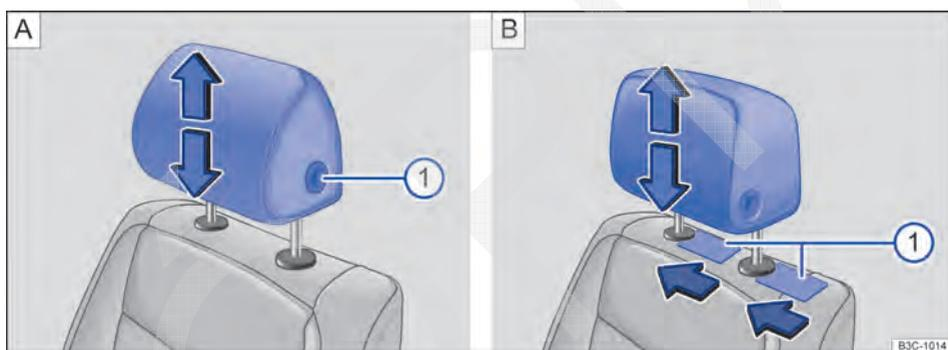

Fig. 48 Desinstalar o apoio para cabeça dianteiro: em veículos sem (A) e com (B) apoios para cabeça ajustáveis na longitudinal.
- Retirar o apoio para cabeça com o botão ⇒ Fig. 48 A ① totalmente pressionado.
- Empurrar um objeto plano, por exemplo, um cartão de plástico, nos dois lados entre o revestimento do encosto do banco e a capa de cobertura da barra guia do apoio para cabeça e, ao mesmo tempo, com uma leve pressão, destravar as barras retentoras ⇒ **Fig. 48 B ①**.
- Empurrar o apoio para cabeça para baixo com o botão ⇒ **Fig. 48 A ①** totalmente pressionado.